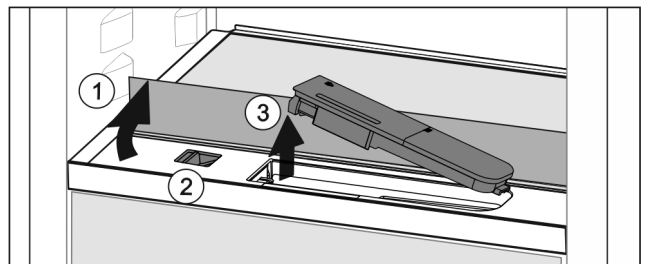

Fig. 57
- ▶ Stekleno ploščo dvignite in jo sklopite nazaj do omejevalnika Fig. 57 (1).
- ▶ Drsnik Fig. 57 (2) potisnite v levo.
- ▶ Odstranite rezervoar za vodo Fig. 57 (3).